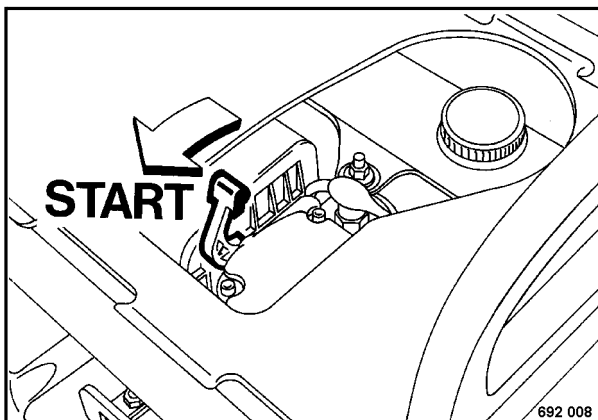

Fig. 6
- Tirar la palanca de decompresión (Fig. 6) un poco en la dirección de la flecha.